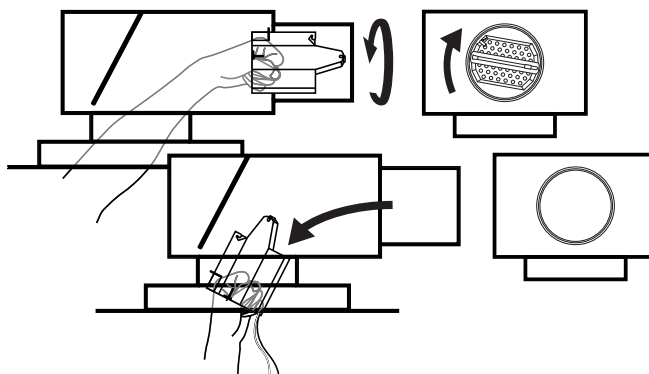

Bild 5. Spjällinsatsen vrids moturs för att lossas från lådan.
- 8) Ta tag i handtaget och vrid spjällinsatsen moturs så att den lossnar och dra ut spjällinsatsen ur lådan, se bild 5.